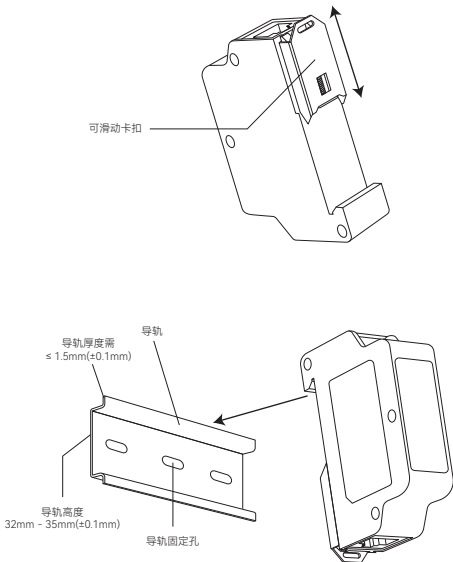

图3-1 导轨安装示意图
(1) 将产品固定一侧卡入导轨边缘，并将另一侧滑动卡扣压入导轨另一侧边缘。如图3-1示；